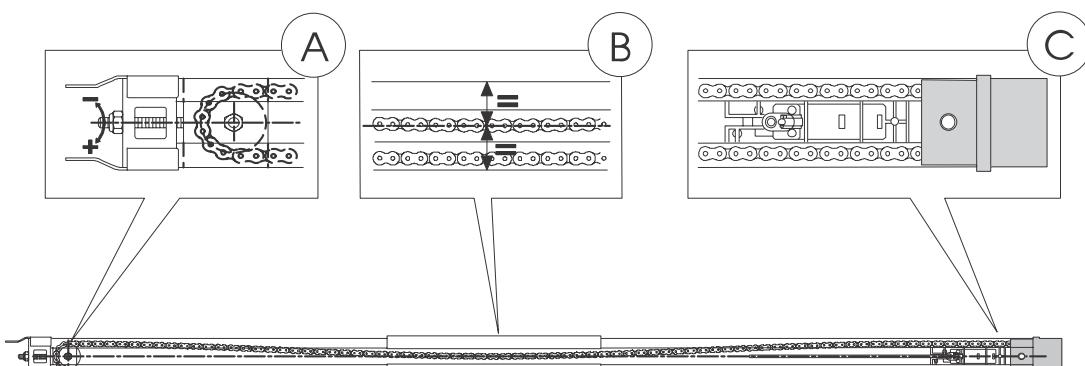

Fig. 8
- Coricare la guida di scorrimento sul fianco (Fig. 8)
- Spingere il carrello in prossimità del gruppo innesto trazione (Fig. 8 rif. C).
- Regolare il tensionatore (fig. 8 rif. A) in modo che la zona centrale dell'ansa, formata dal ramo superiore della catena, coincida all'incirca con la mezzeria della guida di scorrimento (Fig. 8 rif. B).